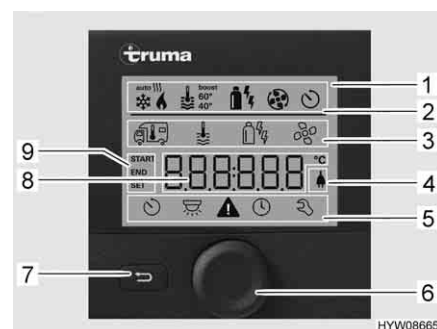

Bild 180 Kontrollenhet med indikeringar
- Statusrad (Bild 180,2)
- Övre menyrad (Bild 180,3)
- Indikeringsområde (Bild 180,8)
- Nedre menyrad (Bild 180,5)
- Tryck ned vrid-/tryckknappen (Bild 180,6) i ca. 3 sekunder. De båda menyraderna (Bild 180,3 och Bild 180,5) visas. Den första symbolen blinkar.
- Vrid vrid-/tryckknappen (Bild 180,6) tills den önskade menysymbolen blinkar.
- Tryck på vrid-/tryckknappen för att spara det inställda värdet. Om det ursprungliga värdet ändå inte ska ändras: Tryck på tillbakaknappen (Bild 180,7).
- Vrid vrid-/tryckknappen (Bild 180,6) tills menysymbolen värmesystem (Bild 181,1) blinkar.
- Tryck på vrid-/tryckknappen för att spara det inställda värdet. Symbolen i statusraden (Bild 180,2) blinkar tills den inställda rumstemperaturen är uppnådd. Om det ursprungliga värdet ändå inte ska ändras: Tryck på tillbakaknappen (Bild 180,7).
- Vrid vrid-/tryckknappen (Bild 180,6) tills menysymbolen varmvatten (Bild 181,2) blinkar.
- Tryck på vrid-/tryckknappen för att spara det inställda värdet. Symbolen i statusraden (Bild 180,2) blinkar tills den inställda varmvattentemperaturen är uppnådd. Om det ursprungliga värdet ändå inte ska ändras: Tryck på tillbakaknappen (Bild 180,7).
- Vrid vrid-/tryckknappen (Bild 180,6) tills menysymbolen driftläge (Bild 181,3) blinkar.
- Tryck på vrid-/tryckknappen för att spara det inställda driftläget. Om det ursprungliga värdet ändå inte ska ändras: Tryck på tillbakaknappen (Bild 180,7).
- Vrid vrid-/tryckknappen (Bild 180,6) tills menysymbolen fläkt (Bild 181,4) blinkar.